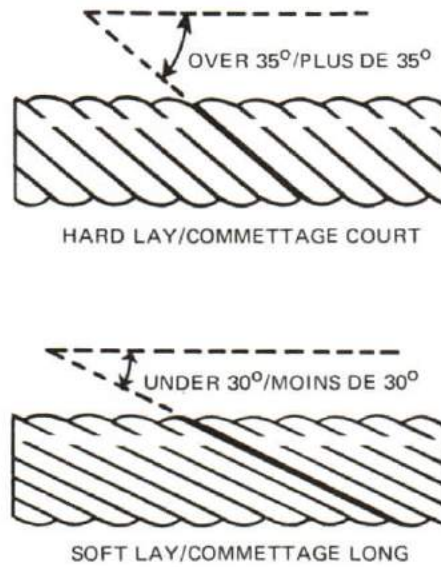

Figure 10-4
5. The angle of the lay is the angle between the strands and the line of the rope. See Figure 10-4. The size of the angle is determined by the tightness of the twist. A very tightly twisted rope has an angle greater than 35°. This is a "hard" lay and results in a stiff rope, less liable to shrinkage when wet. This lay is used for hand lead lines.
5. L'angle de commettage est l'angle que font les torons par rapport à la ligne du cordage (voir la figure 10-4). Le degré de l'angle dépend de la raideur de torsion. Un cordage très serré présente un angle supérieur à 35°. Il s'agit d'un commettage court qui donnera un cordage raide, moins sujet au rétrécissement par l'humidité. Ce genre de tors est utilisé pour les lignes de sonde.